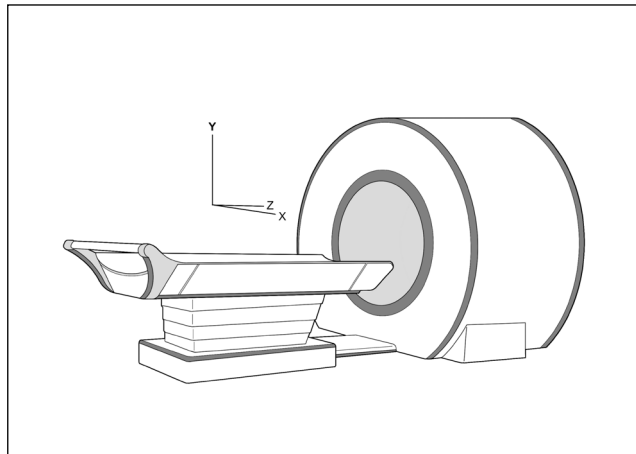

图 43
1. 确认床板能够毫无问题地在 'Z' 轴整个长度上移动。重复进行机械和手动移动 (图 43)。
3. 确认床板能够毫无问题地在 'Y' 轴整个高度上移动 (图 43)。